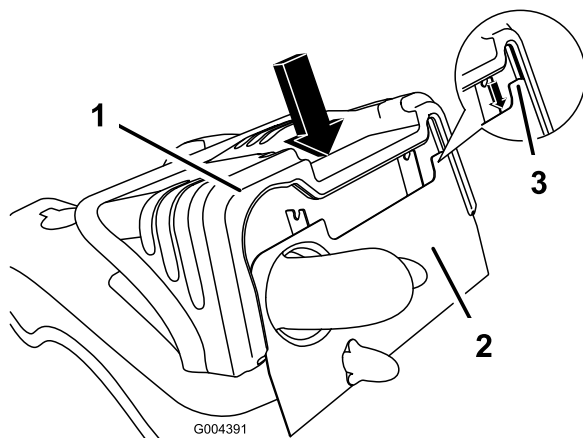

Figura 29
1. Para instalar el capó, alinee la ranura del capó con el bastidor y baje éste cuidadosamente sobre el bastidor (Figura 29). Asegúrese de que el bastidor se asiente correctamente en la ranura del capó antes de presionar hacia abajo el capó. Presione hacia abajo con cuidado para asentar el pasador de retención.